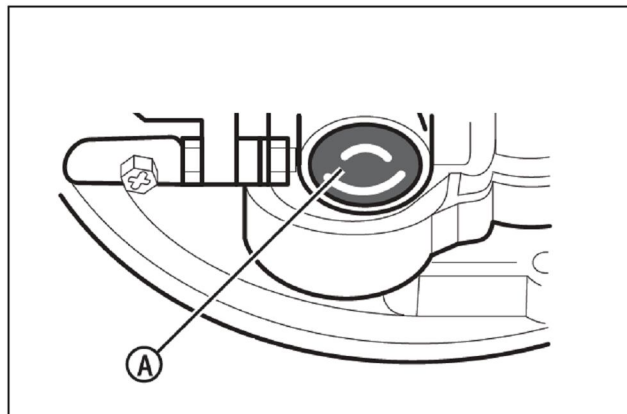

Рис. 12: Кнопка подкачки двигателя
- 5) Кнопка подкачки (А, рис. 12) расположена сбоку двигателя. Нажмите ее. После каждого нажатия кнопки подкачки подождите две секунды. Чтобы определить достаточное количество нажатий, обратитесь к руководству по эксплуатации двигателя.